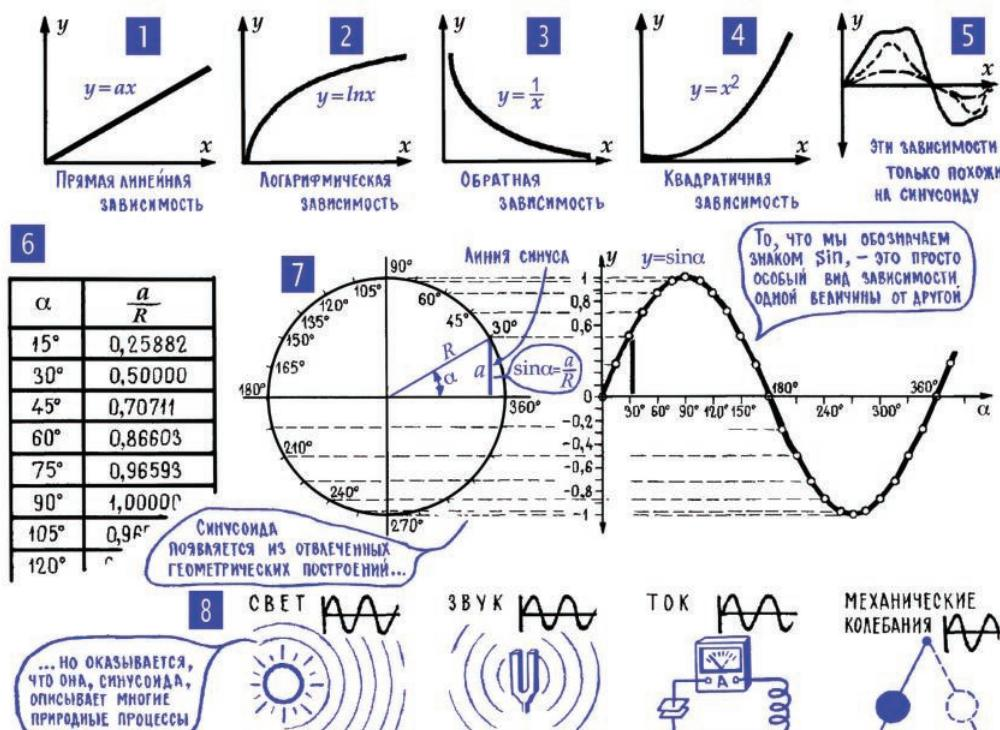

Рис. 6.10. Различные виды зависимостей физических величин
**11. Замечательная кривая – синусоида описывает множество самых разных процессов.** В мире происходит бесконечное множество естественных и искусственных процессов, в которых одни какие-нибудь величины зависят от других каких-нибудь величин. Температура звезды зависит от плотности ее вещества, вес зайца – от количества съеденной им травы, скорость автомобиля – от количества сжигаемого бензина, ток в цепи – от ЭДС генератора и т. д. и т. п. Зависимости эти бывают самые разные (рис. 6.10), в том числе и описываемые чрезвычайно сложными уравнениями. Посреди всех возможных зависимостей одной величины от другой особое место занимает та, которую мы называем синусоидальной. Она была открыта очень давно при исследовании некоторых геометрических построений, но потом оказалось, что именно такая синусоидальная зависимость характерна для самых различных природных явлений.
У синусоиды чисто табличное происхождение. Если мобилизовать фантазию, то можно представить себе, как безвестный древний математик нарисовал круг, провел через центр две перпендикулярные оси и, вращая по кругу радиус, стал измерять длину линии  $a$ , которую он назвал «линией угла», или, что то же самое, «линией синуса» (рис. 6.0; 7). Свои измерения наш математик свел в таблицу (рис. 6.10; 6), в которой было всего два столбца: угол поворота радиуса  $\alpha$  и цифра, показывающая, какую часть от длины радиуса  $R$  составляет при данном угле  $\alpha$  длина линии синуса  $a$ . По этой таблице затем была построена кривая, которую мы и называем синусоидой. Можно, конечно, нарисовать много кривых, похожих на синусоиду (рис. 6.10; 5), но синусоидой называется только одна (рис. 6.10; 7). Именно та, которая в точности соответствует таблице (рис. 6.10; 6).
О замечательных особенностях синусоиды, о том, почему она оказалась столь универсальной, можно написать целые тома: по синусоиде меняется энергия звуковой волны, скорость маятника, отклонение колеблющейся струны, ЭДС в проводнике, который вращается в магнитном поле, и происходит тысячи других процессов (рис. 6.10; 8). Но сейчас нас прежде всего интересует одна особенность синусоидальной зависимости, которую не трудно заметить, если всмотреться в ее график.